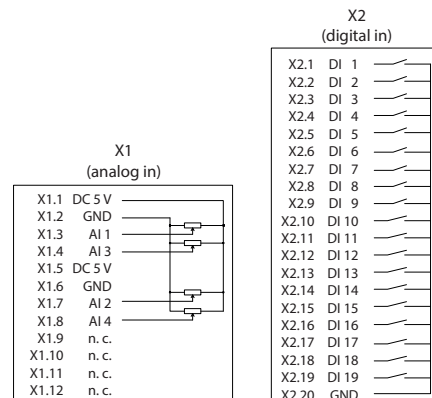

Abbildung 2. Anschlussbelegung
siehe Abbildung 2 „Anschlussbelegung“
1. Schließen Sie das Gerät (Joystick/Befehlsgerät) an den Anschlüssen X1 und X2 an, siehe Abbildung 2 „Anschlussbelegung“.
2. Schließen Sie das USB-Modul ESS160 (1) mit der USB-Anschlussleitung (3) an einen PC an.